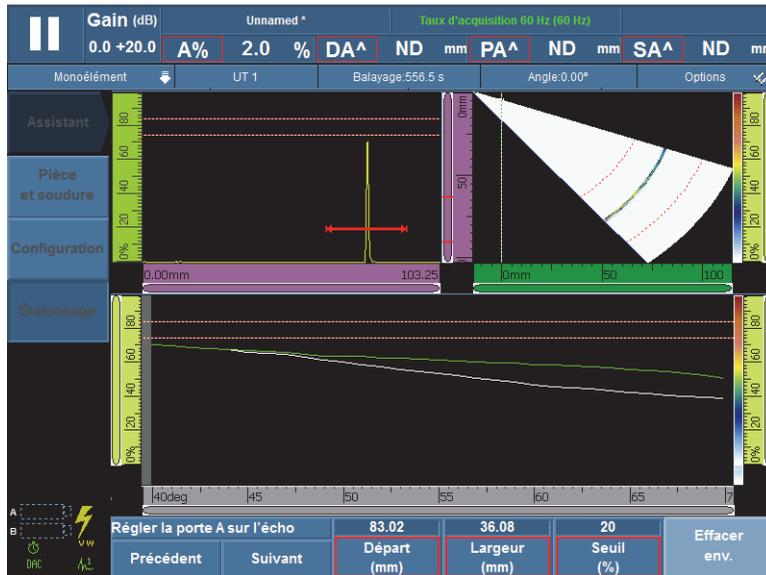

Figure 5-22 Porte A placée sur l'enveloppe du signal
6. À l'étape **Régler la porte A sur l'écho A**, procédez comme suit (voir la Figure 5-22 à la page 162) :